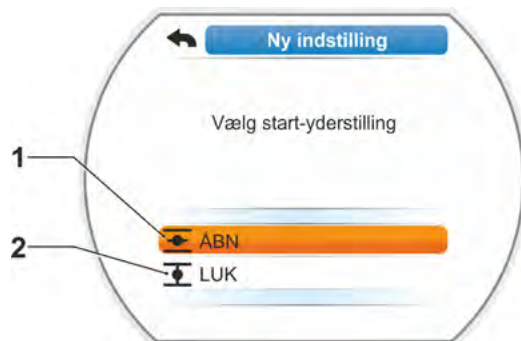

Fig. 5: Valg af yderstilling
Displayet skifter til spørgsmålet, hvilken yderstilling – LUK eller ÅBN – der skal indstilles først (fig. 5).
11. Vælg og bekræft den yderstilling, der skal indstilles først (i dette eksempel yderstilling ÅBN) (fig. 5, pos. 1).